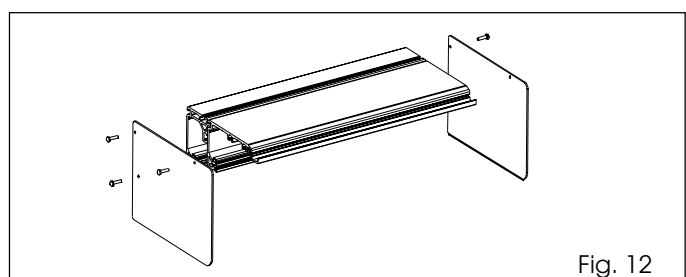

Fig. 12
- Applicare i fianchetti laterali come in fig. 12 e 13.